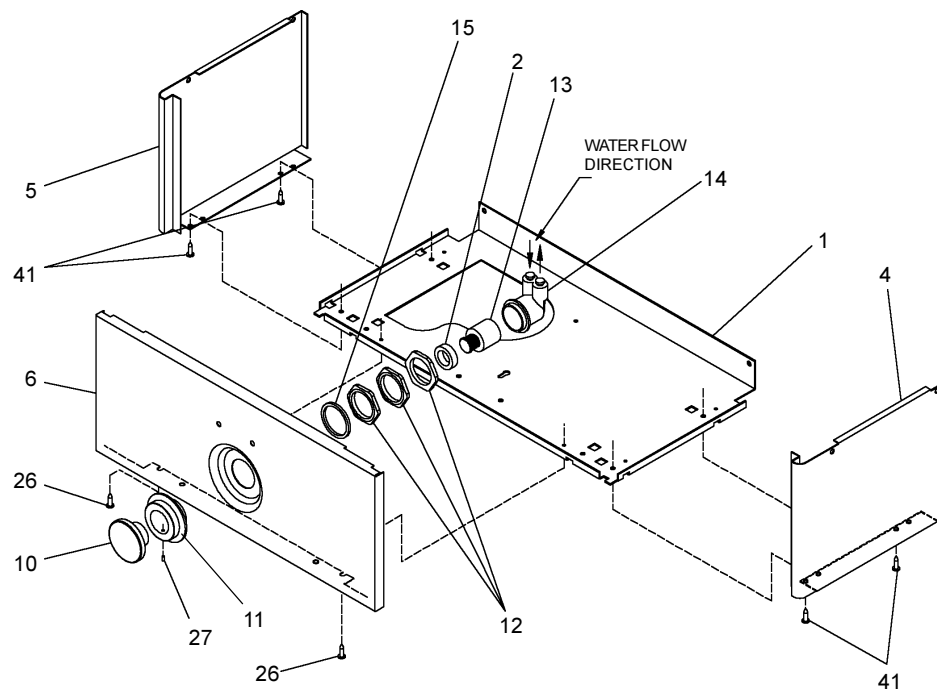

FIG.2
- 8) Stream height is factory set at 45-50 PSI. If supply pressure varies greatly from this, adjust screw, accessible by removing Item 10, Fig. 2. CW adjustment will raise stream and CCW adjustment will lower stream. For best adjustment, stream should hit basin approximately 6-1/2" (165mm) from bubbler.
- 8) La pression du jet est réglée en usine 3,1 et 3,4 bars. Si la pression d'alimentation varie fortement de cette valeur, régler la vis, accessible en déposant l'article 10, fig. 2. Un réglage dans le sens des aiguilles d'une montre relève le jet, et un réglage dans le sens contraire l'abaisse. Pour un réglage optimum, le jet doit frapper le bassin à environ 165 mm du barboteur.